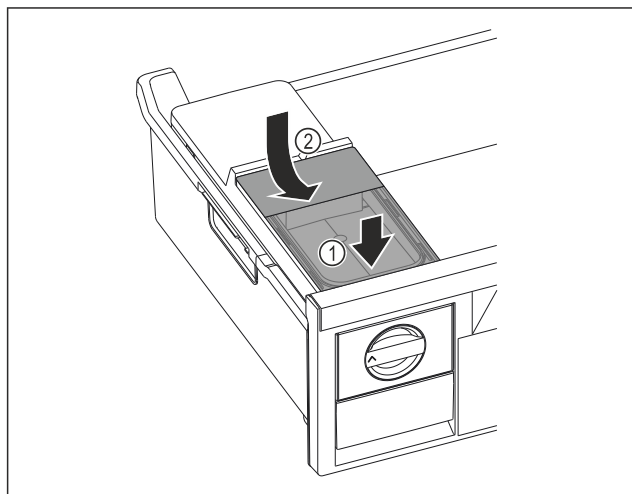

Fig. 122
- ▶ Postavite spremnik za vodu srijeda Fig. 122 (1)
- ▶ Spustite spremnik za vodu straga Fig. 122 (2)